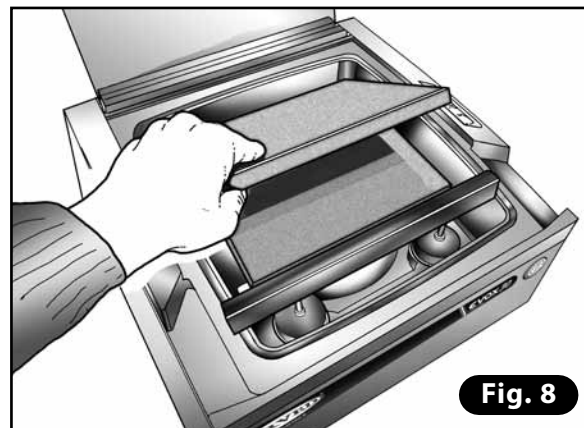

Fig. 8
- 4) Quitar los estantes de PE de la tina (**Fig. 8**).